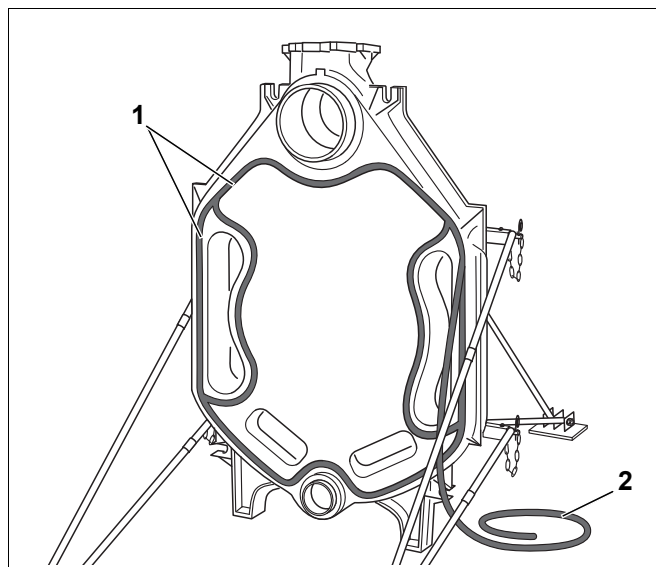

Рис. 16 Укладка уплотнительного шнура (шнур КМ)
- ▶ Уложите эластичный шнур (шнур КМ: рис. 16, [2]) в пазы на передней стороне задней секции (рис. 16, [1]), начиная с верхней ступицы, и слегка прижмите его. На стыках уложите уплотнительный шнур внахлест примерно на 2 см и хорошо прижмите друг к другу.